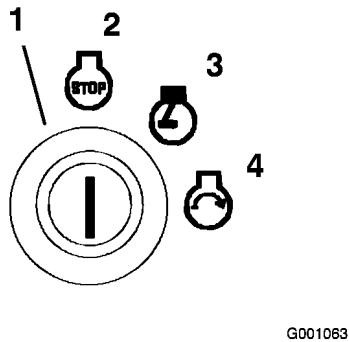

Figure 13
- Tournez la clé dans le sens horaire en position de marche (Figure 13). Le témoin de préchauffage s'allume.
- Tournez la clé de contact à la position contact coupé (Figure 13). Attendez l'arrêt de toutes les pièces en mouvement avant de quitter la position de conduite.